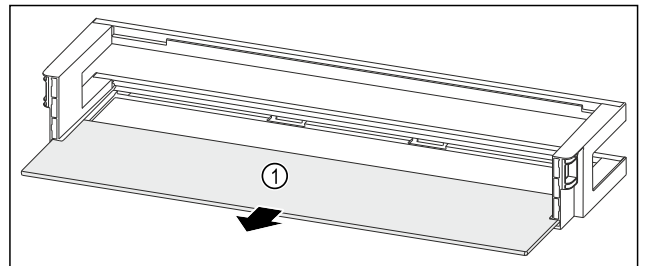

Fig. 84 Balconcino controporta con ripiano
- Rimuovere il ripiano Fig. 84 (1).